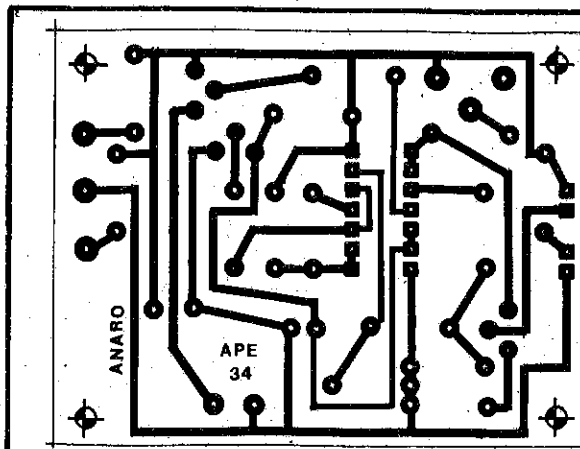

Fig. 2
- FIG. 2 - LAY OUT DO CIRCUITO IMPRESSO - Pensando nas características "industriais" da utilização final, não "esprememos" muito a configuração das ilhas e pistas, o que facilita a eventual manutenção... Assim, o desenho é simples e de fácil realização, bastando que o Leitor/Hobbysta possua os materiais necessários (fenolite ou fibra de vidro cobreados, virgens, decalques ácido-resistentes, solução de percloroeto de ferro, furadeira elétrica ou manual, materiais para limpeza, etc.) Quem já lida na área não encontrará grandes dificuldades (provavelmente nenhuma...) na realização da placa específica...